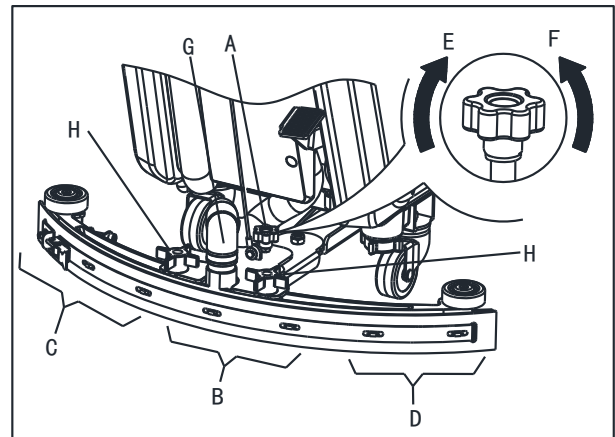

Figura 6
1. Instale la boquilla de aspiración y enrosque la tuerca (H), luego conecte la manguera de aspiración (G) con la escobilla de goma.
2. Ajuste la posición de la escobilla de goma mediante la palanca de ajuste de la escobilla de goma (A, Figura 6).
- a) Si queda un espacio entre el suelo y sección media de la lámina posterior de la escobilla de goma (B), ajuste la perilla (A) en dirección anti horaria (F) hasta que la entera sección de la lámina posterior de la escobilla de goma entre en buen contacto con el suelo, la lámina delantera tocando el suelo ligeramente.
- b) Si hay espacio entre el suelo y los dos extremos de la lámina posterior (C y D), ajuste la perilla (A) en dirección horaria (E) hasta que la entera sección de la lámina posterior entre en buen contacto con el suelo, la lámina delantera tocando el suelo ligeramente.